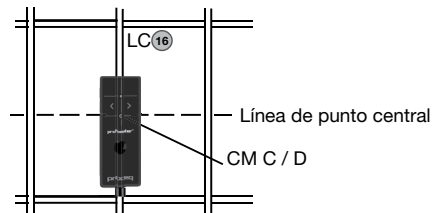

Figura 9: Posición óptima de la sonda
- Posicionar el carro de sonda en la línea inicial en una posición óptima (véase Figura 9, el CM C / D en la línea central de las barras paralelas a la dirección de desplazamiento, ambos rectángulos en 16 son del mismo tamaño).
¡NOTA! Se recomienda localizar las barras de la primera y la segunda capa con el modo Localizar para encontrar la óptima posición de línea antes de medir con el modo Varias líneas (véase Figura 9). "Alinear posición de barra" sólo debería ajustarse si todas las barras transcurren paralelas a la línea inicial (eje Y). Para áreas grandes se recomienda no ajustar "Retornar al inicio con línea nueva" y medir las líneas alternativamente de inicio a final, regresando del final al inicio.